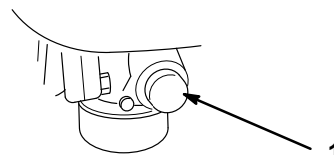

Figure 8
1. Presser 3 fois l'amorceur, à 2 secondes d'intervalle (Fig. 8). Par temps froid (température inférieure ou égale à 13°C/55°F), presser cinq fois l'amorceur.